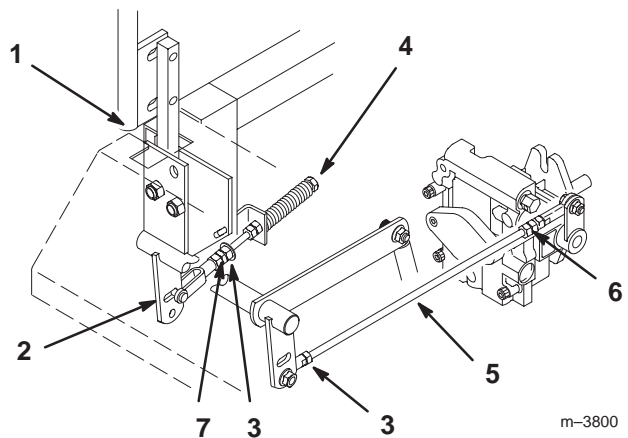

Figure 52
2. Commencez par le levier de commande gauche ou droit. Placez le levier au point mort (sans le verrouiller), puis tirez-le en arrière jusqu'à ce que l'axe de chape (situé sur le bras au-dessous de l'axe de pivot) touche l'extrémité de la fente (c.-à-d. commence juste à appuyer sur le ressort) (Fig. 52).
3. Vérifiez la position du levier par rapport au cran de la console ; il doit être centré de façon à pouvoir pivoter vers l'extérieur jusqu'à la position de verrouillage du point mort (Fig. 52).
4. Desserrez le contre-écrou sur la rotule de la tige de commande de la pompe (Fig. 52).
6. Réglez la longueur de la tige de pompe en tournant les doubles écrous dans le sens voulu, jusqu'à ce que la roue soit immobilisée ou tourne légèrement en marche arrière (Fig. 52).